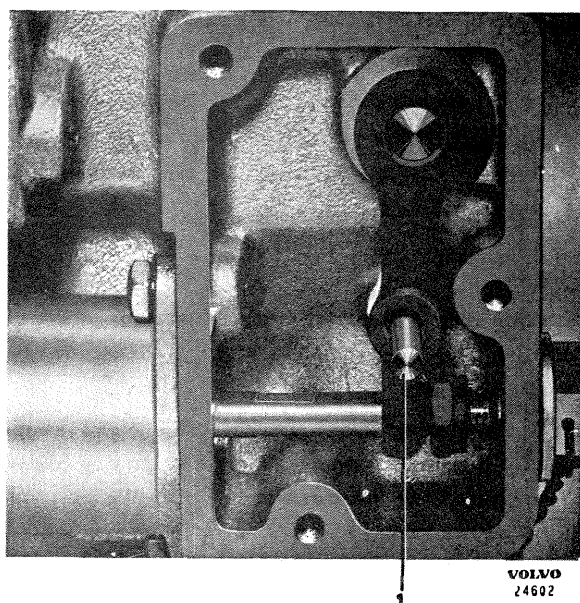

Bild 10. Inställning av manöverventil
2. Tag bort locket över manöverventilens arm. Koppla in överväxeln (motorn stillastående, 4:e växeln inkopplad). Är manöverventilen rätt justerad skall en pinne med 4,75 mm (3/16") diameter kunna stickas genom hålet i armen och in i huset, se bild 10. Om inte, justera tills rätt läge på armen erhålles.